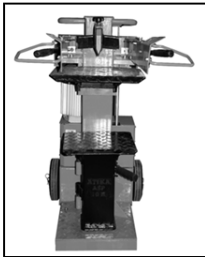

Fig.16
Ce contrôle doit être fait la machine en position transport vérin rentré comme sur la fig.16 :
- Le transport doit se faire avec le vérin rentré comme sur la fig.16